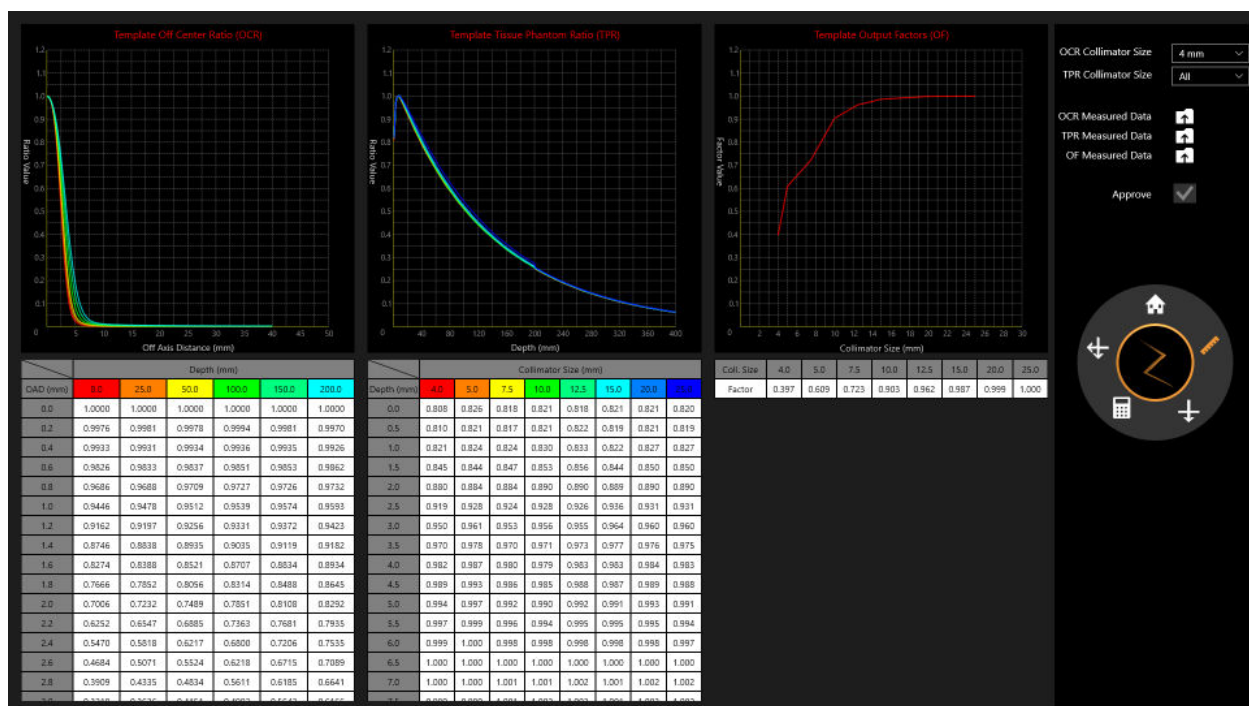

Figure 10.3 : Page Données de faisceau
2. La page Données de faisceau s'affiche (consultez la Figure 10.3)